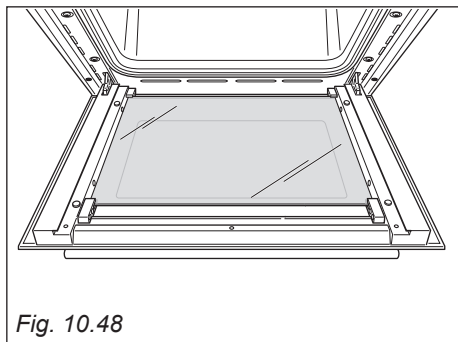

Fig. 10.48
- IMPORTANTE:** È consigliabile, durante la rimozione del vetro, tenere premuti in posizione i 4 distanziatori "D", mediante un dito, al fine di evitare la rottura o lo sfilamento dei distanziatori stessi (fig. 10.48).